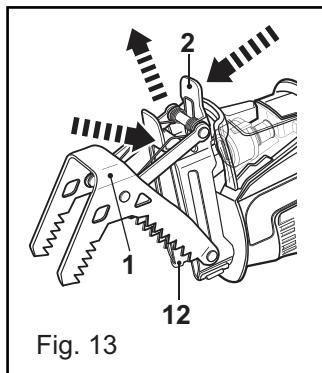

Fig. 13
- Pour la retirer, appuyez sur le levier de dégagement (2) de la mâchoire de serrage dentelée et retirez la mâchoire de serrage dentelée en la soulevant (1) depuis le rail de support (12) de la mâchoire de serrage dentelée (fig. 13)
- Retirez la MÂCHOIRE DE SERRAGE DENTELÉE de l'appareil. (Fig. 13).